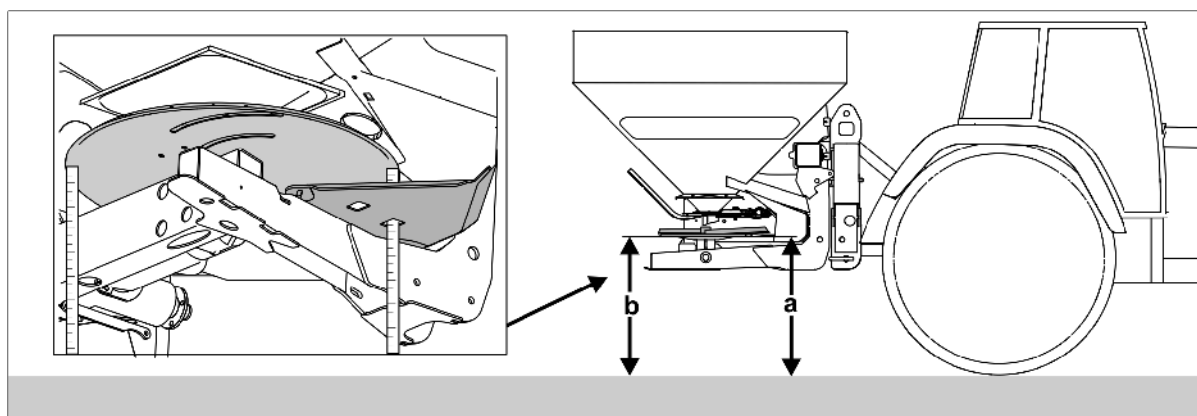

Bild 57
3. Sväng spridarskovlarnas svängbara vingar (Bild 57/1) till önskat läge för normal eller sen gödsling.